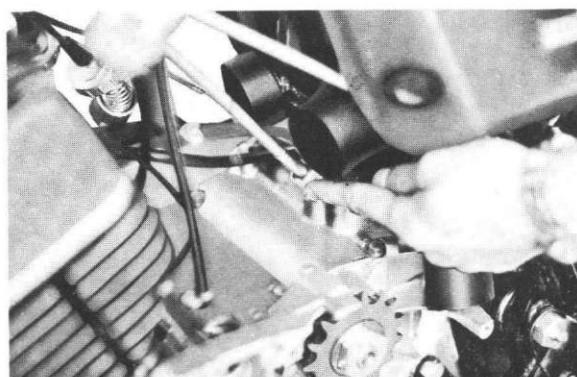

Fig. 4-1-19
16. Disconnect the tachometer cable. (Fig. 4-1-19)
16. Débranchez le câble du compte-tours. (Fig. 4-1-19)
16. Drehzahlmesserwelle abnehmen. (Abb. 4-1-19)